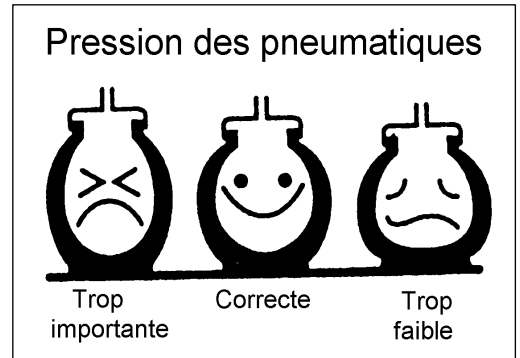

Figure 11
- Reportez-vous au manuel du moteur. Avec le moteur froid ou arrêté depuis au moins 10 minutes sur une surface plate et de niveau. Vérifiez le niveau avec le bouchon du filtre à huile (1, Figure 11). Dévissez le bouchon, l'essuyer et installer sans la visser. Vérifier le niveau qui doit être entre les deux marques.
- Retirer le bouchon de vidange d'huile (2, Figure 11) en cas de changement d'huile.